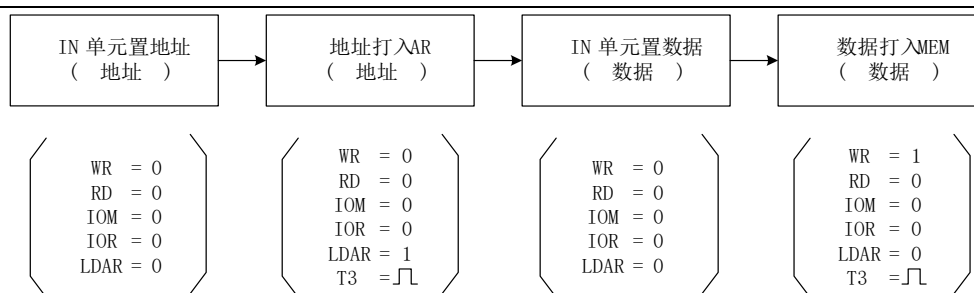

图 5 写存储器流程图
4. 给存储器的 00H、01H、02H、03H、04H 地址单元中分别写入数据 11H、12H、13H、14H、15H。写存储器的流程如图 5 所示。由于数据和地址由同一个数据开关给出，因此数据和地址要分时写入，具体操作步骤为：